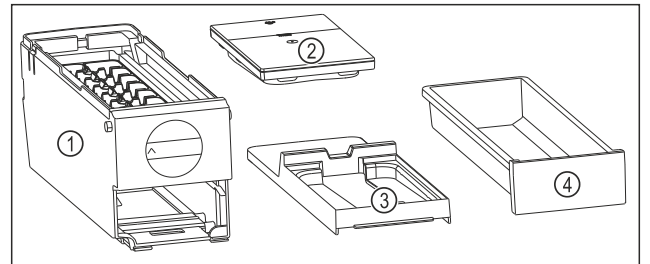

Fig. 214 EasyTwist-Ice parçaları
- EasyTwist-Ice dört parçaya bölünmüştür. (bkz. Fig. 214)
- EasyTwist-Ice sadece resimdeki parçalarına ayrılmalıdır. (bkz. Fig. 214)
- EasyTwist-Ice gövdesini Fig. 214 (1) komple temizleyin.